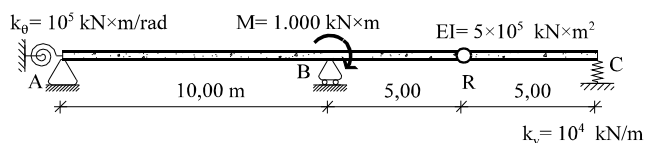

Figura 10
10) La viga continua de la figura 10 se sustenta sobre un empotramiento elástico en A (reacciones H_A, V_A, M_A), un apoyo vertical rígido en B (reacción V_B) y un apoyo vertical elástico en C (reacción V_C). Tiene una rótula en R, punto medio del vano BC. Las rigideces de las vigas y de los apoyos elásticos se dan en la propia figura. Se pide: